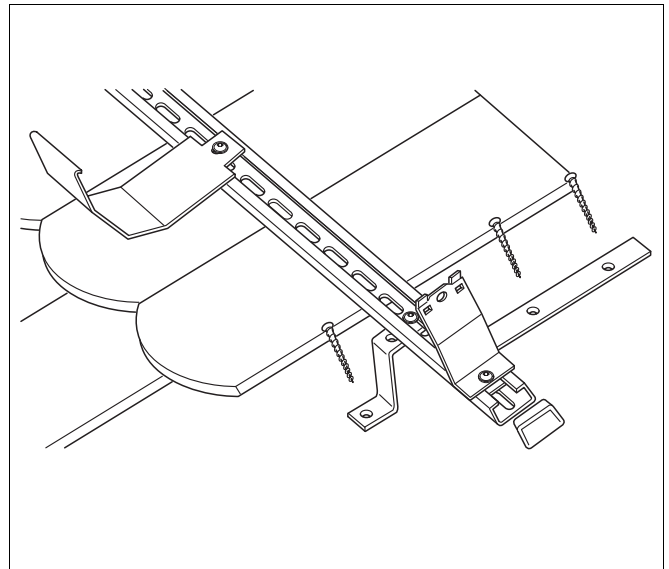

Abb. 11 Vormontierte Konstruktion verschrauben
- Die vormontierte Konstruktion mit den abgesägten Dachhaken auf die Schalung schrauben. Benutzen Sie dazu die mitgelieferten Universalschrauben (Abb. 11).